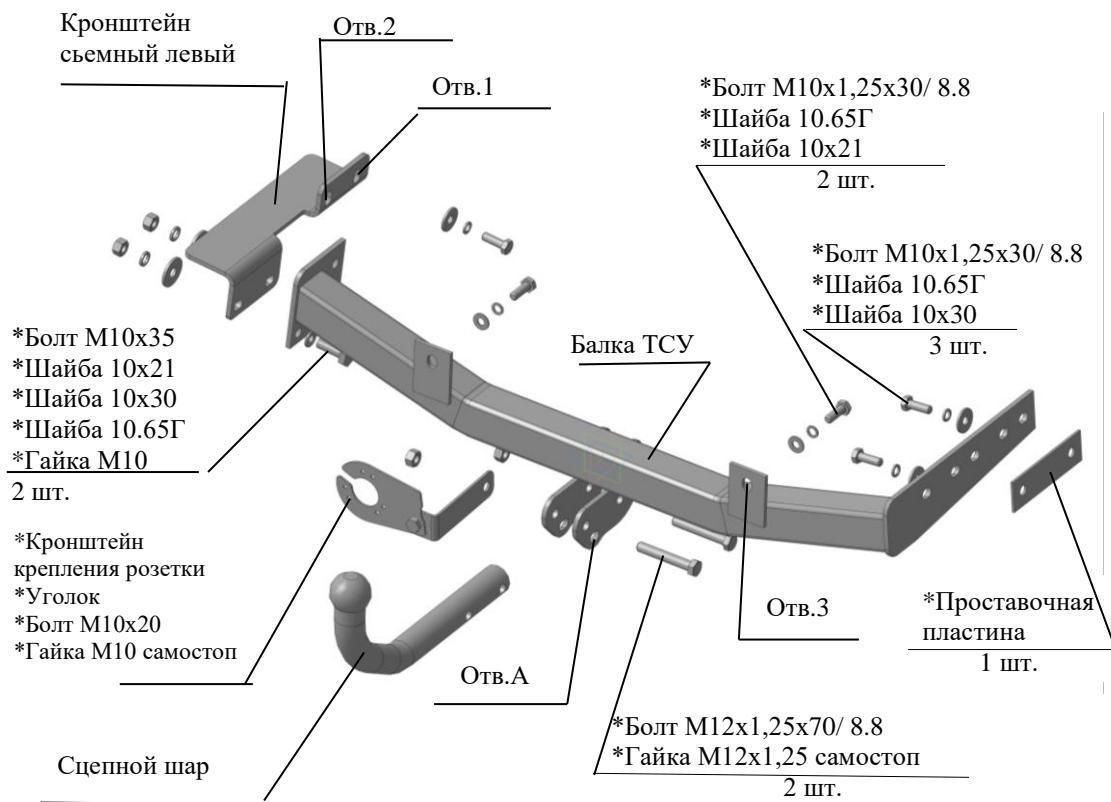

Рис.1 Тягово-сцепное устройство ТСУ 2193.
2.1 ТСУ 2193 в сборе (рис.1)	1 шт.
2.2 Пакет с комплектующими (см. рис.1)+защитный колпак	1+1 шт.
4.3 Закрепить ТСУ через отверстия “3” к кузову автомобиля болтами М10х1,25х30, используя гайки штатные, не затягивая крепеж (соответственно рис.1).